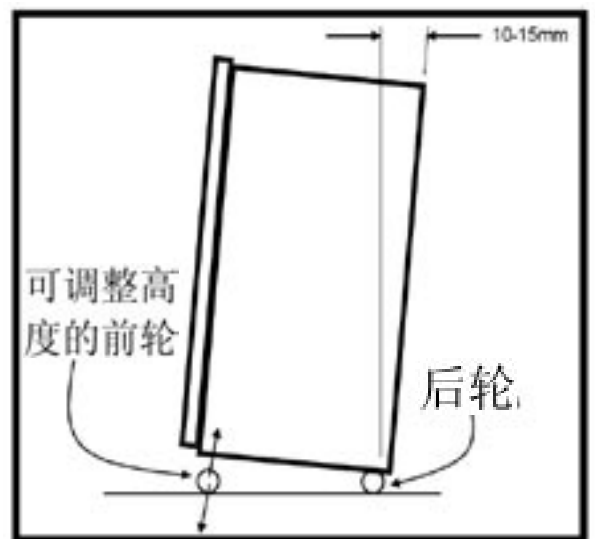

图3
冰箱送到您家时，其前轮已下调使冰箱顶部向后倾斜10~15毫米（见图3）
2. 建议调整冰箱顶部，使其向回倾斜10~15毫米。这样做可使冰箱门自动关闭从而保持门封条的密封（见图3）。